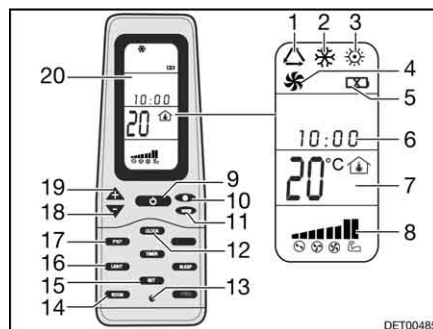

Bild 176 Fernbedienung
- Die Taste ON/OFF (Bild 176,9) drücken.
- Die Taste "Mode" (Bild 176,11) so oft drücken, bis die gewünschte Betriebsart (Bild 176,1, 2, 3 oder 4) auf dem Display (Bild 176,20) angezeigt wird.
- Mit den Tasten "+" (Bild 176,19) und "-" (Bild 176,18) die gewünschte Temperatur einstellen.
- Mit der Taste Lüftergeschwindigkeit (Bild 176,10) die gewünschte Lüfterstufe wählen.
Ausschalten: ■ Die Taste ON/OFF (Bild 176,9) drücken.